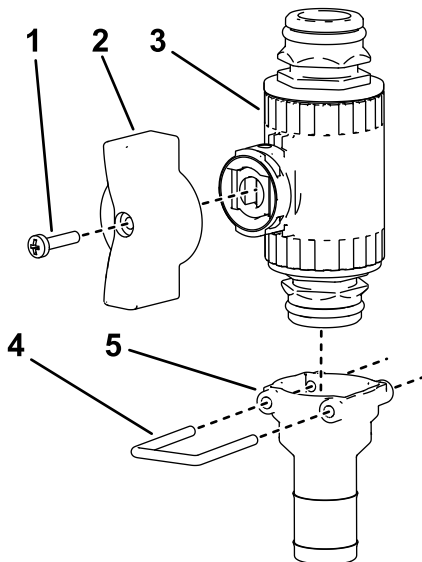

Bild 36
5. Montieren Sie den grünen Flügelgriff an ein gerades Regelventil **Bild 36**.